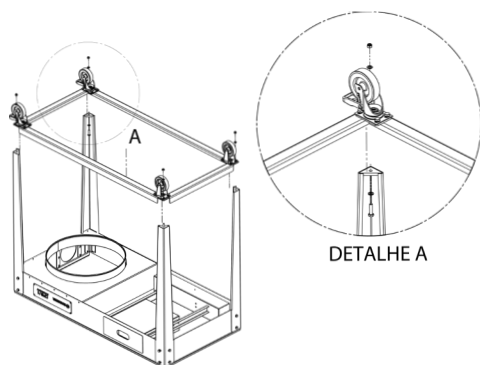

figura 3
3. Após a montagem das bases na estrutura principal, fixar a estrutura de reforço com rodízios junto as 4 bases de fixação, como mostra a **figura 3**.